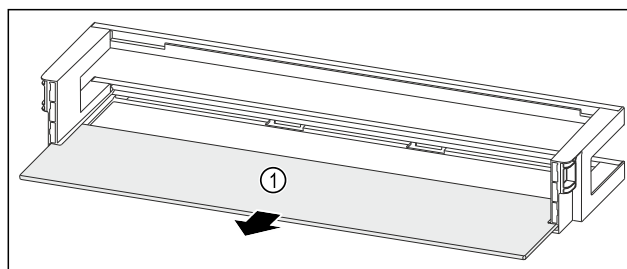

Fig. 89 Odkladací priestor vo dverách s odkladacou plochou
- Odoberte odkladaciu plochu Fig. 89 (1).